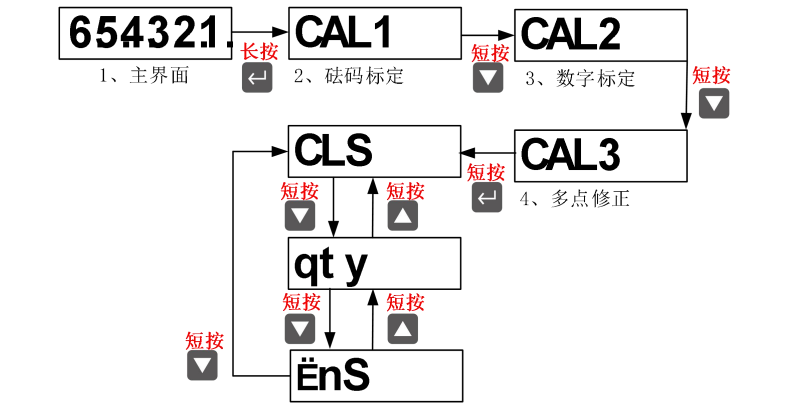

图1
- 图 1. 进入多点修正参数 (CAL3): 长按↵2 秒以上进入 CAL1, 再按▼进入 CAL2, 再按▼进入 CAL3。